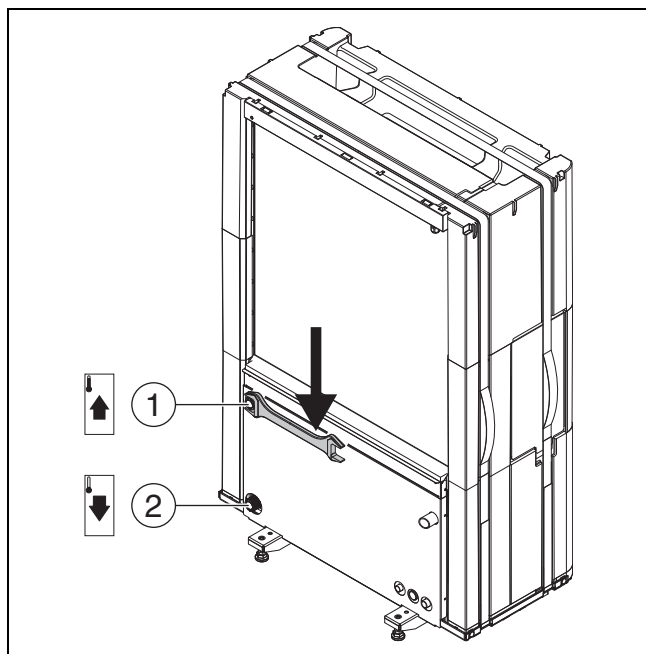

Fig. 15 Collegamento delle tubazioni del fluido termovettore, validi per tutte le dimensioni
- Collegare la mandata all'unità interna sull'uscita liquido termovettore della pompa di calore (→ [1], fig. 15).
- Collegare il ritorno dall'unità interna sull'uscita liquido termovettore della pompa di calore (→ [2], fig. 15).
- Stringere gli attacchi delle tubazioni del fluido termovettore con una coppia di serraggio di 120 Nm. Esercitare la forza verso il basso (→ fig. 15) per evitare un carico meccanico laterale del condensatore. Se l'attacco non è ermetico, stringere il raccordo con una coppia di serraggio di max. 150 Nm. Se l'attacco continua a non essere ermetico, è probabile che si sia verificato un danno alla guarnizione o al tubo collegato.